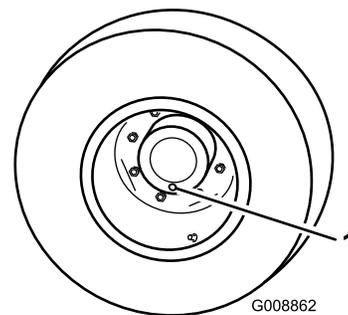

Figure 69
1. Placez la machine sur une surface plane et horizontale et tournez une roue de sorte que les bouchons de contrôle/vidange (Figure 69) se trouvent à la position la plus basse (6 heures).